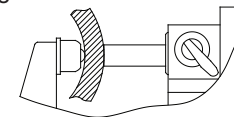

fig.4
6. Instale a bigorna esférica na bigorna e o micrômetro poderá medir a espessura do tubo (fig. 4).